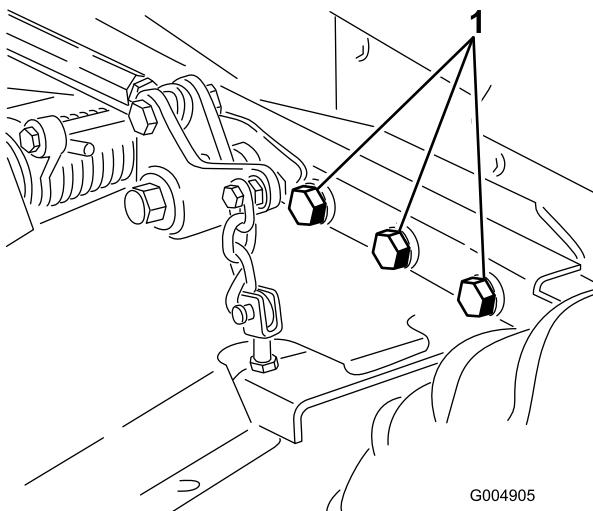

Figura 91
4. Compruebe que todos los herrajes están bien apretados; apriételos si es necesario. En particular, apriete los 6 pernos que fijan el bastidor de la plataforma de corte a la unidad de tracción (Figura 91) a 359 N·m (265 pies-libra).